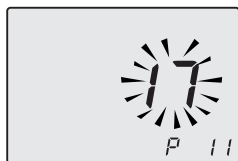

Figura 5.56
- Nel display si alternano la scritte **P11 - SET** (Figura 5.56).